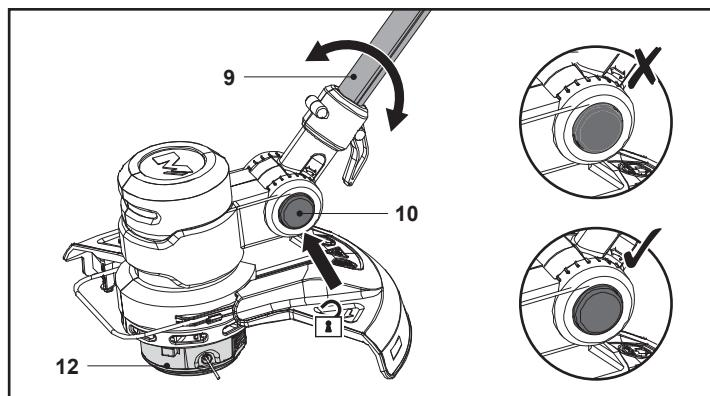

Fig. 9
1. Prima o botão de desbloqueio (10) e mantenha-o nessa posição.
2. Mova a haste inferior (9) ligeiramente para cima ou para baixo (Fig. 9).
3. Solte o botão de desbloqueio (10) e continue a mover a haste inferior (9) até encaixar no devido lugar.